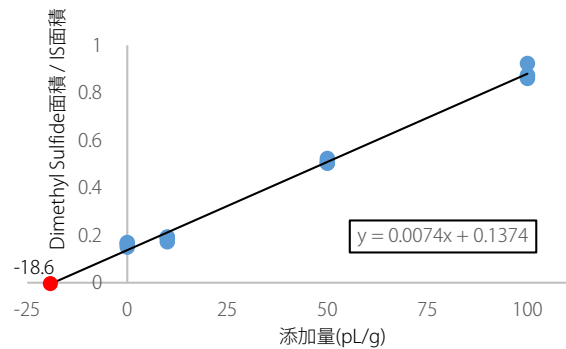
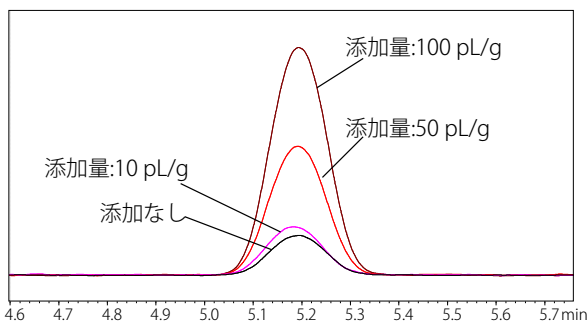

図4 ビール③の Dimethyl Sulfide の検量線
図3 ビール③の Dimethyl Sulfide 各添加量毎のクロマトグラム
次に Dimethyl Sulfide (2)、S-Methyl Thioacetate (5)、Dimethyl Disulfide (6) に関しては、標準添加法で定量を行いました。表3に各ビール中の3種類の硫黄化合物の定量結果を示しました。また、参考としてビール③の Dimethyl Sulfide 各添加量毎のクロマトグラムの拡大図を図3に、検量線を図4に示しました。